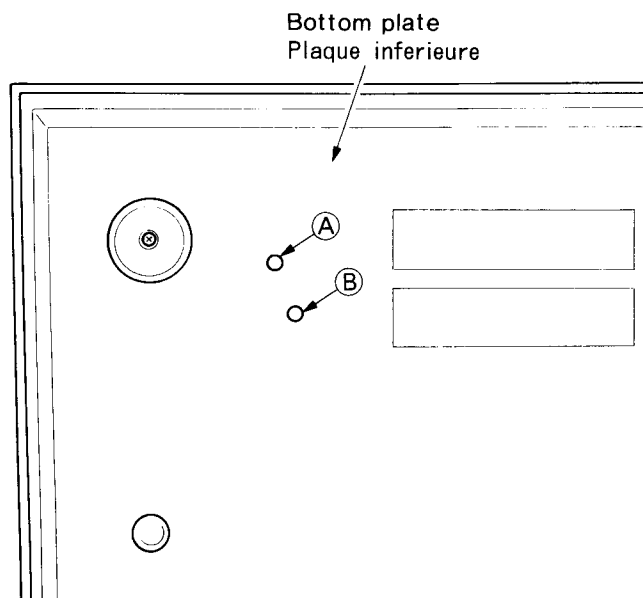

Fig. 6
1. Speed adjustment (Fig. 6)
1. Réglage de la vitesse (Fig. 6)